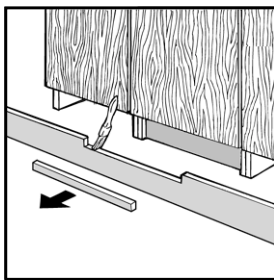

Рис. 8
- Если нижняя панель мешает открытию, отметьте ту часть декоративной панели, которую необходимо вырезать. Сделайте вырез как минимум на 3 мм глубже, для того чтобы дверь могла свободно открываться (рис. 8).
- Снимите декоративную панель и сделайте вырез. Обрезанные края следует смазать краской для защиты от влаги (рис. 8).